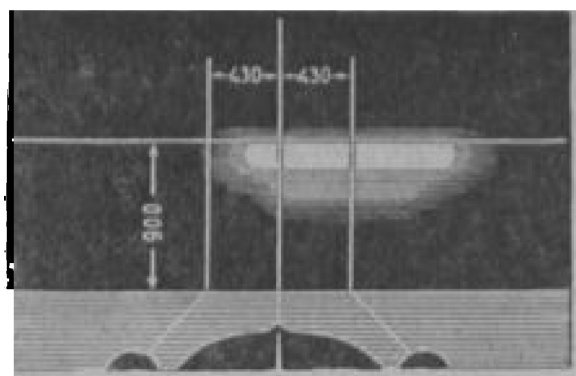

Рис. 6. Световое пятно правой фары
3. Направить свет правой фары так, чтобы центр светового пятна был на правой вертикальной линии, а верхний край пятна был на уровне горизонтальной линии экрана (рис. 6). Закрепить фару в этом положении и после крепления проверить, не сместилось ли пятно.